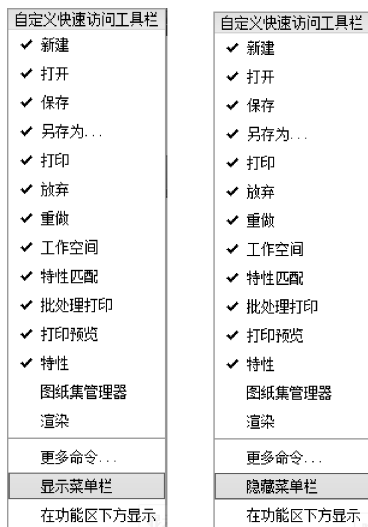

图 1-20 调用菜单栏
3) 单击“快速访问工具栏”右端的下拉箭头按钮，选择“隐藏菜单栏”隐藏菜单栏，如图 1-20 所示。